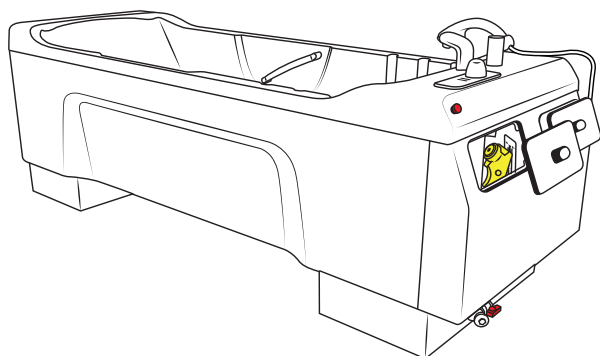

Figure 69
8. Retirer les capots et sortir la douchette de désinfection du compartiment. Voir la section Figure 69.